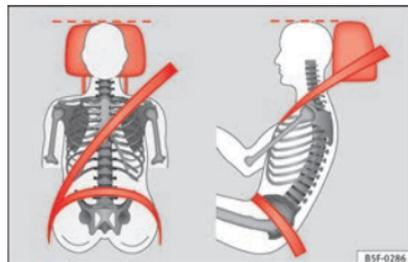

Fig. 73 Poggiatesta posizionato correttamente, vista frontale e laterale.
- Regolare il poggiatesta portandone il bordo superiore alla stessa altezza della parte superiore della testa, almeno all'altezza degli occhi » **fig. 73**.